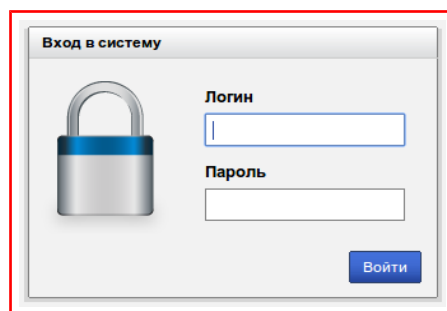

Рисунок 5.3 — Форма «Вход в систему»
- 3) Ввести логин и пароль пользователя в форму **«Вход в систему»**, рисунок 5.3;